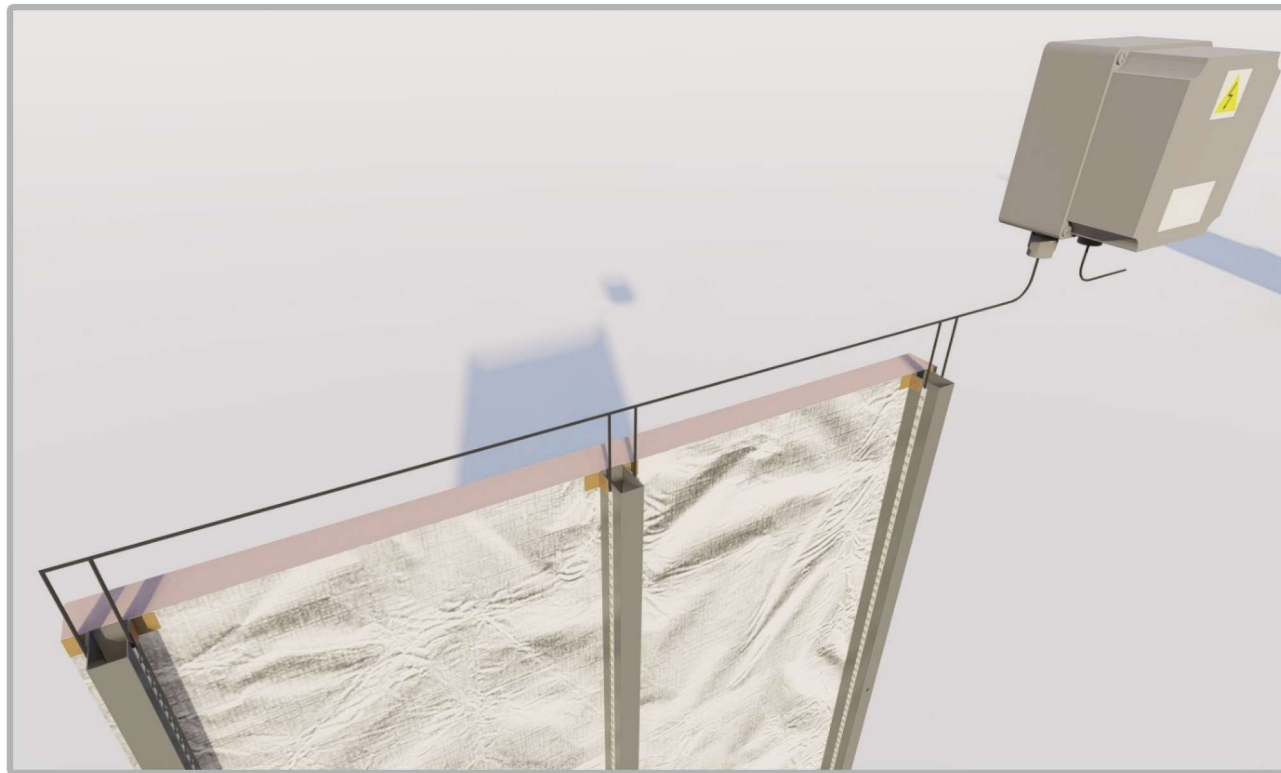

Рис. 5
2. Дріт Led-стрічки (Поз. 5) вивести по верху стіни та під'єднати до трансформатора. Трансформатор потрібно підбирати в залежності від загальної потужності Led-стрічки. (Рис. 5)